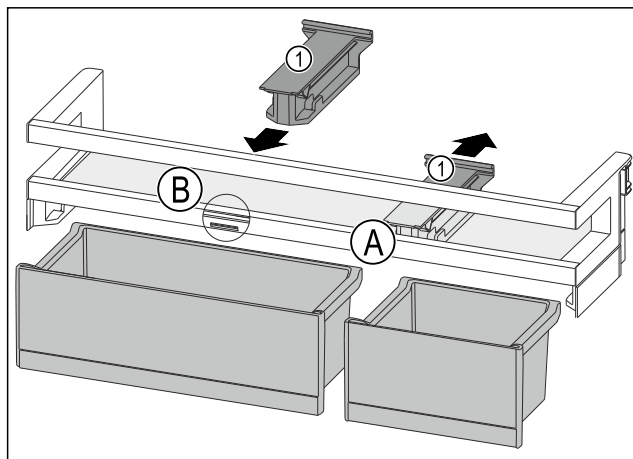

Fig. 158
- Halteteil Fig. 158 (1) in Position Fig. 158 (A) nach hinten abziehen.
- Halteteil Fig. 158 (1) in Position Fig. 158 (B) einsetzen.